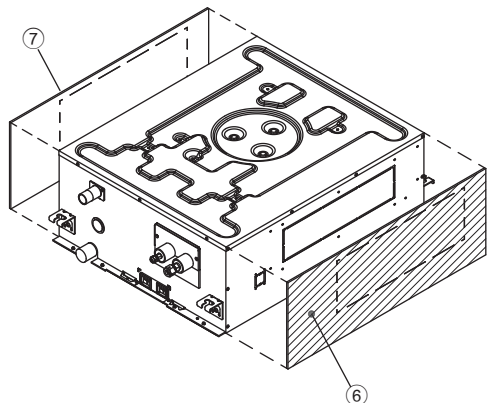
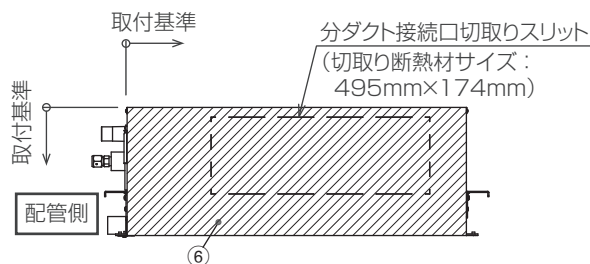
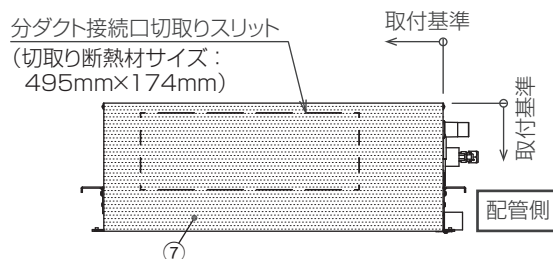

図 4
図 5
図 6
1. 室内ユニット配管側から見て右側板に断熱材 ⑥ を取付けます。(図 4、図 5)
2. 室内ユニット配管側から見て左側板に断熱材 ⑦ を取付けます。(図 4、図 6)